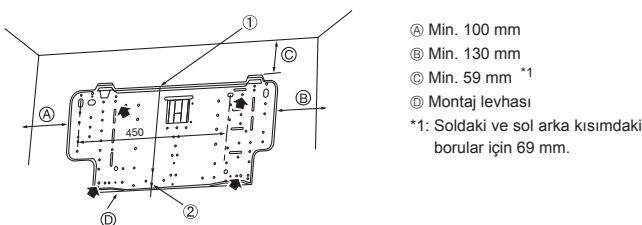

Fig. 3-3
- (Eğer mümkünse mesnedi kalın oklarla işaretlenmiş olan tüm noktalardan tespit ediniz.) (Fig. 3-3)